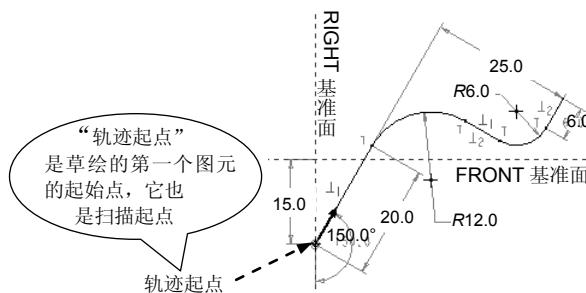

图 5.25.5 扫描轨迹
- (1) 选择 **SWEEP TRAJ (扫描轨迹)** 菜单中的 **Sketch Traj (草绘轨迹)** 命令。
- (2) 定义扫描轨迹的草绘平面及其参照面：选择 **Plane (平面)** 命令，选取 TOP 基准平面作为草绘面；选择 **Next (确定)** → **Right (右)** → **Plane (平面)** 命令，选取 RIGHT 基准平面作为参照面。系统进入草绘环境。
- (3) 定义扫描轨迹的参照：接受系统给出的默认参照 FRONT 和 RIGHT。
- (4) 绘制并标注扫描轨迹，如图 5.25.5 所示。
- 相对于扫描截面的大小，扫描轨迹中的弧或样条半径不能太小，否则扫描特征在经过该弧时会由于自身相交而出现特征生成失败。例如，图 5.25.5 中的圆角半径 R12.0 和 R6.0，相对于后面将要创建的扫描截面不能太小。
(1) 查找轨迹方面的原因: 检查是不是图 5.25.5 中的尺寸 R6.0 太小, 将它改成 R9.0 试试看。操作步骤如下。
- ③ 在草绘环境中将图 5.25.5 中的圆角半径尺寸 $R6.0$ 改成 $R9.0$ ，然后单击“草绘完成”按钮 。
- ④ 再单击对话框中的 **预览** 按钮，仍然出现错误信息，说明不是轨迹中的圆角半径太小的原因。
- (2) 查找特征截面方面的原因：检查是不是截面距轨迹起点太远，或截面尺寸太大（相对于轨迹尺寸）。操作步骤如下。
- ① 在扫描特征信息对话框中，双击 **Section (截面)** 这一元素，系统进入草绘环境。